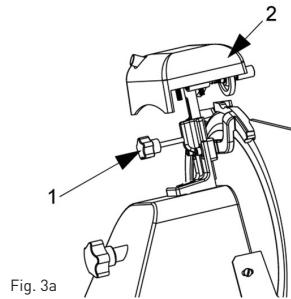

Fig. 3a
- Dévissez le bouton de réglage (pos.1, Fig. 3a), soulever l'affûteuse à la position (pos.2, Fig. 3a) dans laquelle elle sera bloquée et tournez de 180°.